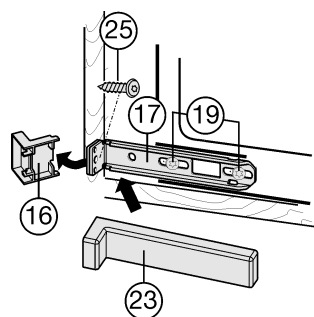

Fig. 18
- Schroeven Fig. 18 (19) iets losdraaien.
- Onderste bevestigingshoek Fig. 18 (17) met spaanderplaatschroef Fig. 18 (25)  $\varnothing 4 \times 19$  aan de meubelwand vastdraaien.
- Het uitstekende uiteinde van de afdekking Fig. 18 (16) afbreken. Dit is niet meer nodig.
- Schroeven Fig. 18 (19) aandraaien.
- Afdekking Fig. 18 (23) op de onderste bevestigingshoek Fig. 18 (17) plaatsen.